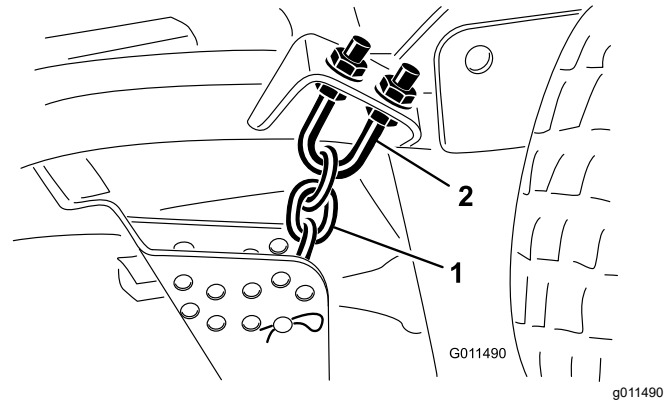

Figura 120
1. Desaperte as porcas de bloqueio na zona superior ou inferior da cavilha em U da correia da altura de corte (Figura 120).